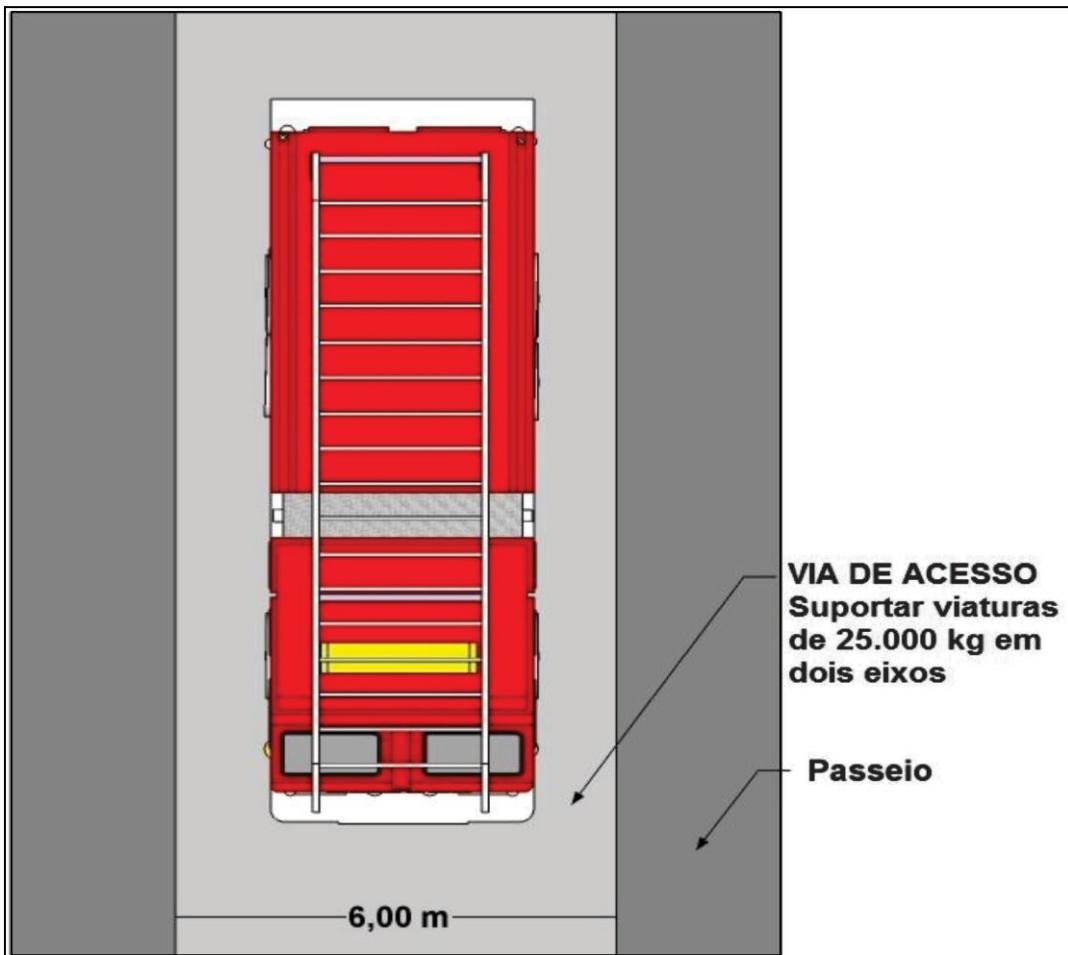

Figura 1: Largura mínima da via de acesso deve ser 6 m
**5.1.1.1** Largura mínima de 6 m (Figura 1).